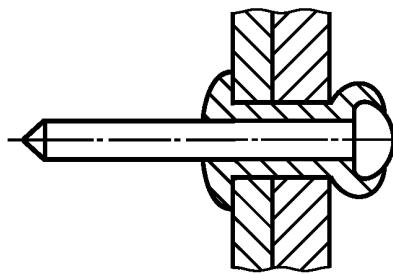

Рисунок 7 — Неразрывающийся вытяжной сердечник
**2.2.1.4 неразрывающийся вытяжной сердечник (non-break pull mandrel):** После установки заклепки сердечник не разрушается (рисунок 7).